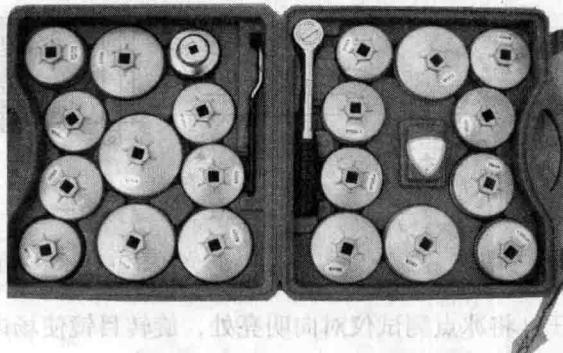

图 2-15 机油滤清器组合扳手
(1) 机油滤清器组合扳手 成套机油滤清器，如图 2-15 所示。